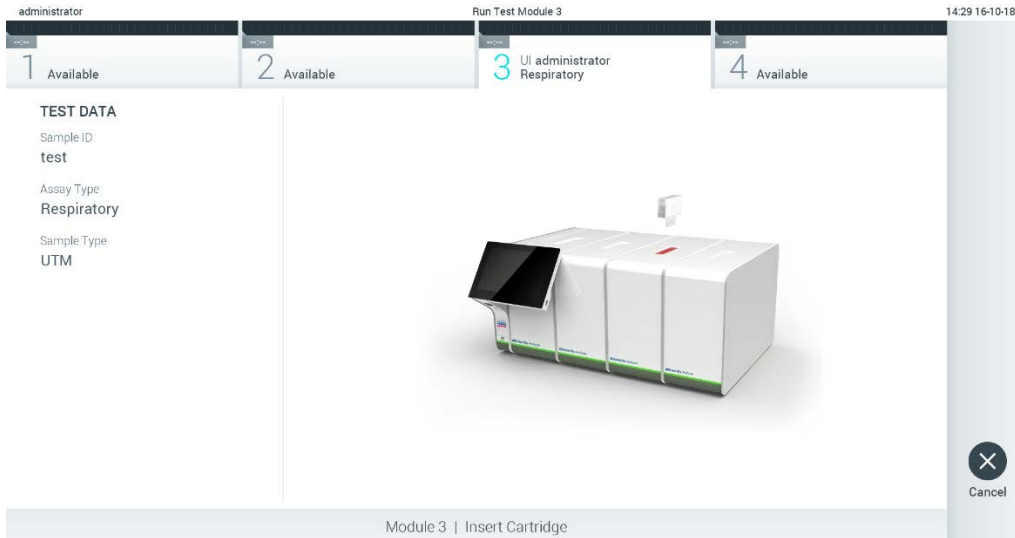

Abbildung 27: Einsetzen der QIAstat-Dx Assay-Kartusche in den QIAstat-Dx Analyzer 1.0
- Stellen Sie sicher, dass die Deckel der Tupferöffnung und der Hauptöffnung der QIAstat-Dx Assay-Kartusche fest verschlossen sind. Sobald sich die Kartuschenöffnung an der Oberseite des QIAstat-Dx Analyzer 1.0 automatisch öffnet, setzen Sie die QIAstat-Dx Assay-Kartusche mit dem Barcode nach links und den Reaktionskammern nach unten ein (Abbildung 27).